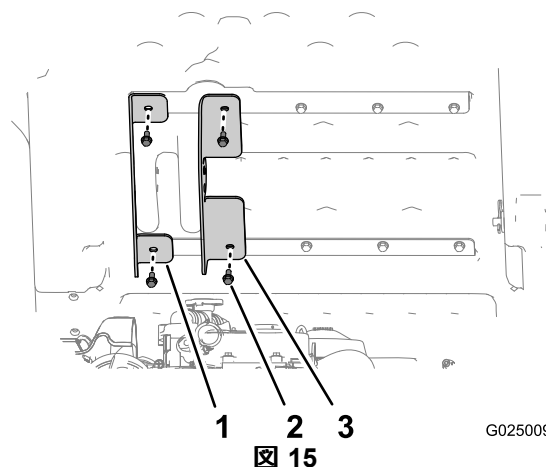

図 15
3. 左側昇降ブラケット短いフランジのブラケットを、上側および下側の荷台ブレースにある外側の穴に合わせる図 15。
4. ステップ1で外したボルト2本を使って、外側昇降ブラケットを荷台に取り付け、手締め状態にする図 15。
5. 内側昇降ブラケット長いフランジのブラケットを、上側および下側の荷台ブレースにある内側の穴に合わせる図 15。
6. ステップ2で外したボルト2本を使って、内側昇降ブラケットを荷台に取り付け、手締め状態にする図 15。